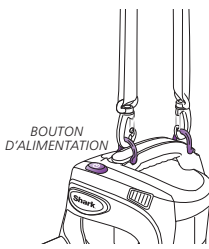

Fig. 5
- 4 Fixez la courroie d'épaule sur les crochets situés sur la poignée de l'aspirateur portatif. (fig. 5)
- 9 Tout en maintenant l'aspirateur portatif par la poignée, appuyez sur le bouton d'alimentation pour mettre en marche l'aspirateur portatif et commencez à passer l'aspirateur. Réappuyez sur le bouton d'alimentation pour éteindre l'aspirateur. (fig. 5)